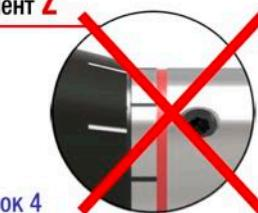

Рисунок 4
**Внимание!** Если это не так (см. Рис. 4), то прежде чем выполнять настройку предохранительного механизма на требуемый крутящий момент, выполните следующее: